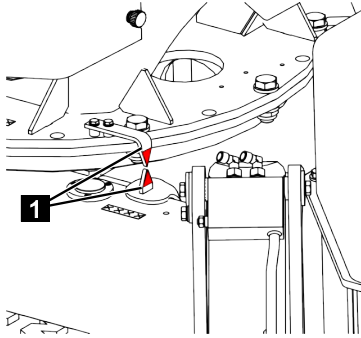

Fig. 94
3. Pivoter la structure de la plateforme en direction de la position de transport (↳ Chapitre 7.9 „Commander la structure de la plateforme”, page 96) jusqu'à ce que les flèches (Fig.94/1) coïncident exactement.